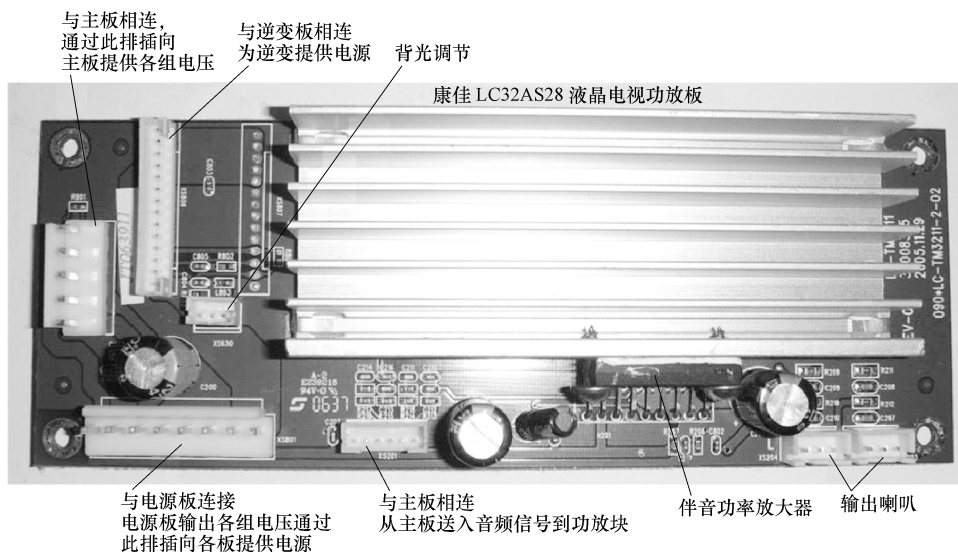

图 4-17 功放板
8) 功放板由功率放大电路组成, 主要将 TV 板送来的音频信号进行功率放大输出, 推动扬声器发出声音。图 4-17 所示为康佳 LC32AS28 型液晶电视所用的功放板实物。